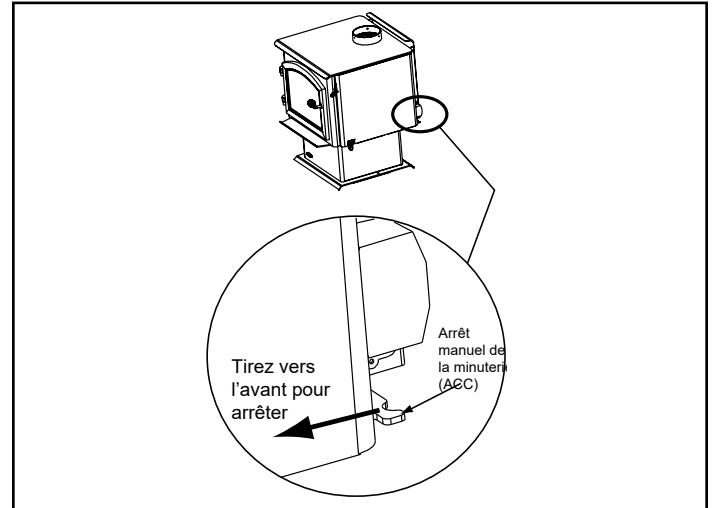

Figure 11.3
**Commande manuelle de la minuterie :** si vous devez éteindre le système ACC avant qu'il ne passe par le cycle d'arrêt de lui-même ; 25 minutes, tendez la main vers l'arrière de l'appareil sur le côté droit et tirez le levier vers l'avant de l'appareil (**Figure 11.3**).